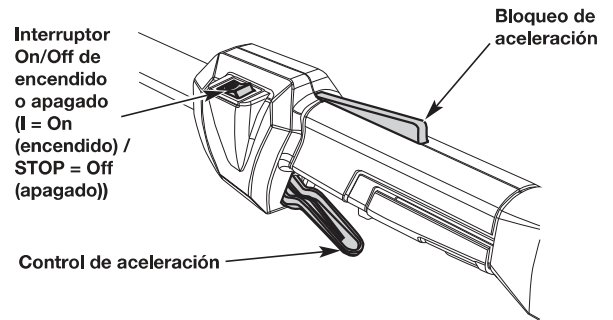

Fig. 7
**NOTA:** No hay necesidad de encender el equipo. El interruptor On/ Off de encendido y apagado se encuentra en la posición Encendido ( I ) en todo momento (Fig. 7).
7. Para aumentar la velocidad de corte de la recortadora, mantenga presionado el bloqueo del acelerador con una mano y luego presione el control del acelerador con la otra. Cuanto más apriete el control del acelerador, más aumentará la velocidad de corte (Fig. 7).
2. Presione y mantenga presionado el interruptor de On/ Off de encendido y apagado en la posición Apagado (O) hasta que el motor se detenga completamente (Fig. 7).